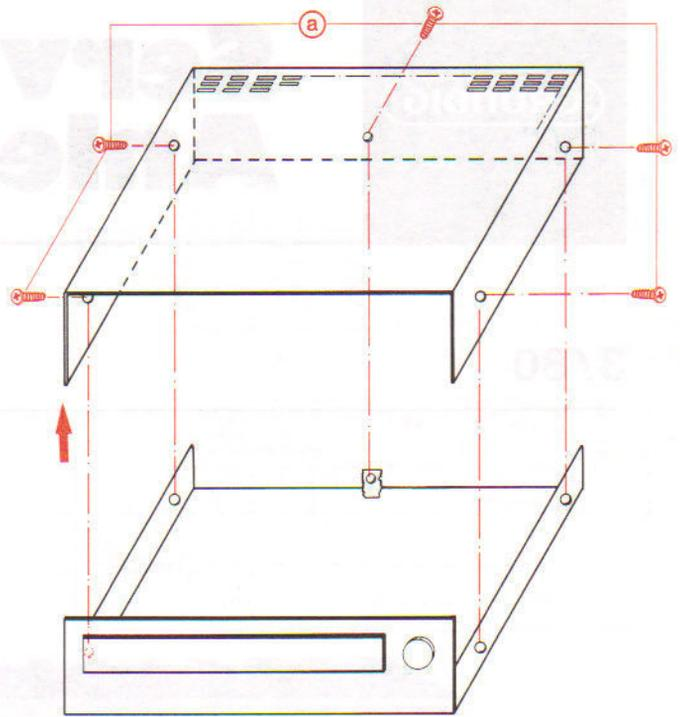

Abb. 1
2. Gehäuseoberenteil nach oben abheben (Abb. 1).